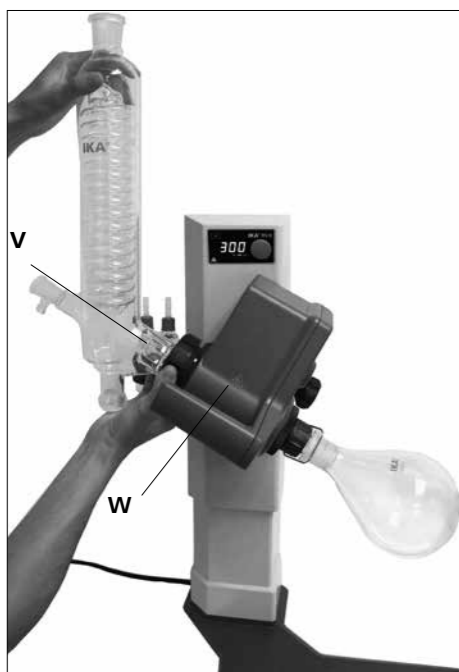

Fig.17
- Először tolja rá a hűtő karimájára (V) a műanyag anyacsavart és ezt követően a rugós alátétgyűrűt.
- Pozícionálja a hűtőt a forgó hajtáson (W) és kézzel húzza meg a hollandi anyát. (Fig. 17)